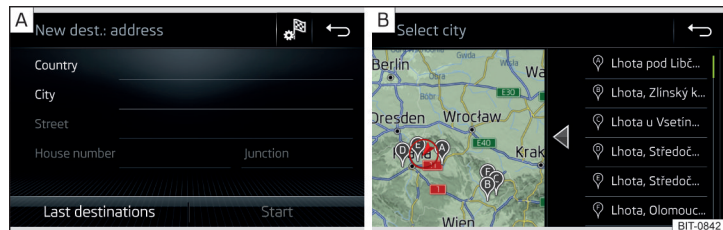

Fig. 210 Introducerea destinației prin intermediul adresei: Meniul principal / lista localităților căutate
- ▶ Introduceți adresa de destinație și apoi confirmați » fig. 210 - **[A]**.
În funcție de numărul de locații căutate, se poate afișa automat o hartă cu o listă a locațiilor căutate » fig. 210 - **[B]**.